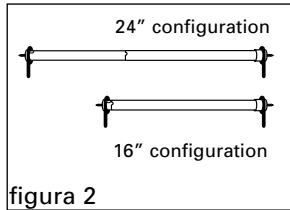
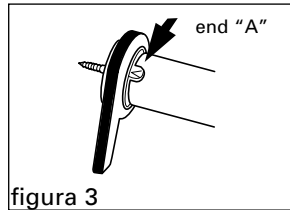
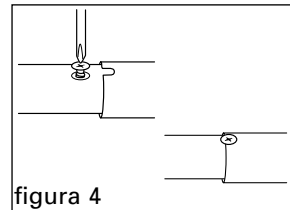

figura 2
figura 3
figura 4
2. Determine si usted tiene centros de 16" o 24" en las viguetas del techo (figura 2). El Saf-T-Brace® esta preprogramado en la factoria para centros de 16". Si usted tiene 24" usted necesita deslizar hacia afuera el tubo interior (extremo "A") como 8" (figura 3) y entrar el tornillo pequeño para plancha de metal provisto en el hueco del tubo interior. Despues de instalar es tornillo de retencion, deslice la muesca en el tubo exterior hacia arriba para asegurarlo alrededor del tornillo (figura 4).